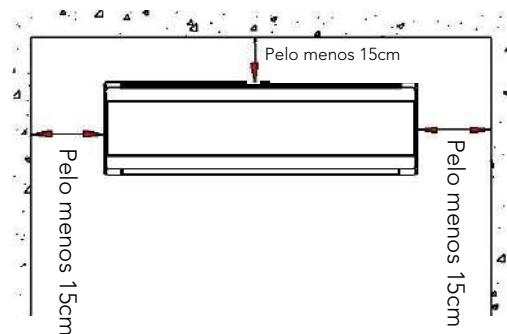

Fig 1
- Assegure-se da distância exigida na Fig.1.
- A parte posterior da unidade interior deve ficar junto à parede (Fig.1)